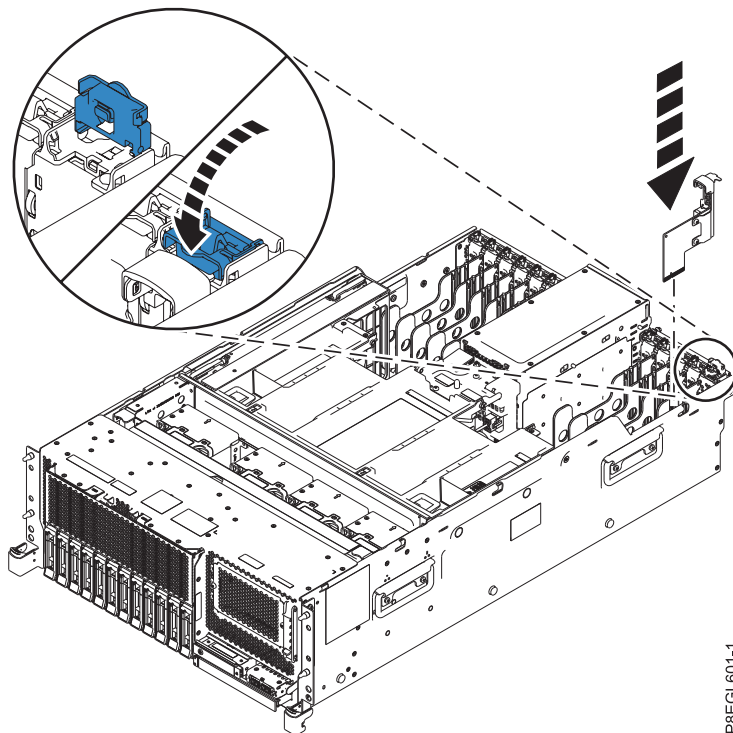
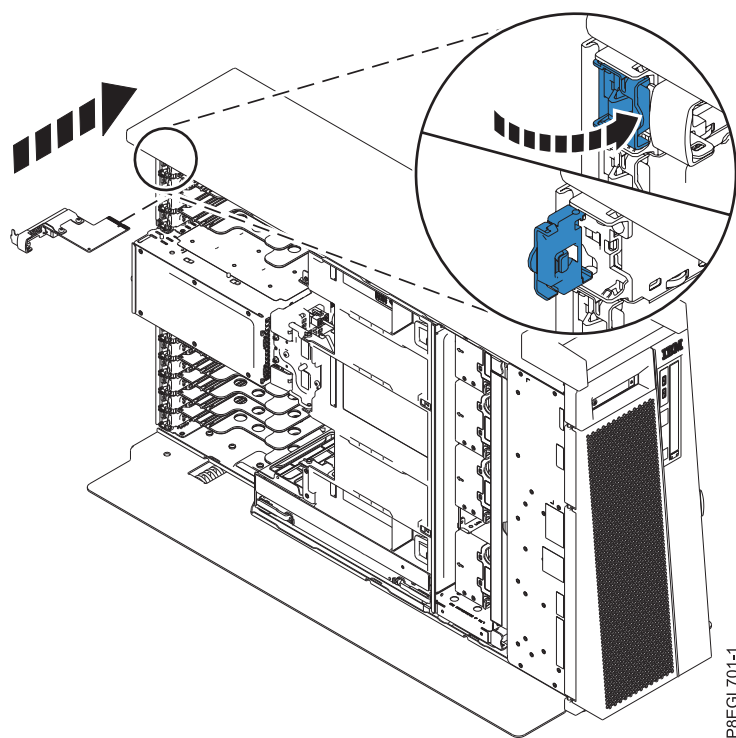

Abbildung 3. Austauschen der System-E/A-Karte in einem Einschubsystem
Abbildung 4. Austauschen der System-E/A-Karte in einem Standalone-System
2. Wenn sich die blaue Befestigungslasche in der offenen Position befindet, müssen Sie die System-E/A-Karte mit den Führungsschienen des Systems ausrichten und die Karte direkt in den Kartensteckplatz schieben (wie in Abb. 3 und Abb. 4 auf Seite 7 dargestellt).
3. Drehen Sie die blaue Befestigungslasche in die in Abb. 3 und Abb. 4 auf Seite 7 dargestellte Richtung, um die System-E/A-Karte einzurasten.